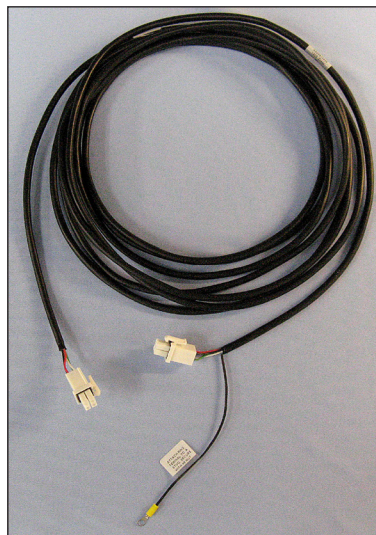

Figure 9: Câble ligne-à-ligne
1. Connectez le câble ligne-à-ligne fourni, visible en **Figure 9**, au connecteur de pilote hôte J9. Le pilote hôte peut être identifié en ayant le dispositif de communication relié au connecteur J16.